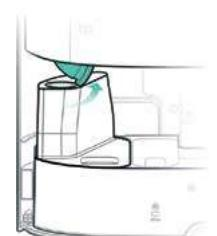
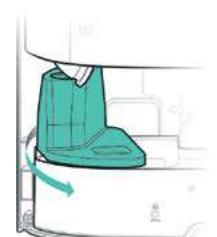

Рис. 27
Рис. 28
4. Поднимите адаптер увлажнителя вверх (или отсоедините его от трубы также приподняв вверх) (см. рисунок 27) и оттяните его вправо (см. рисунок 28);